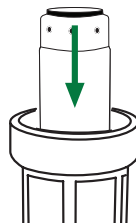

Figura 7
- 9** Coloque el filtro en la carcasa (Figura 7). Alinee la carcasa con el cabezal del filtro y atornillela en el cabezal. Apriete con la mano hasta que esté ajustada y apriete con la llave para sellar. NO APRIETE EN EXCESO.